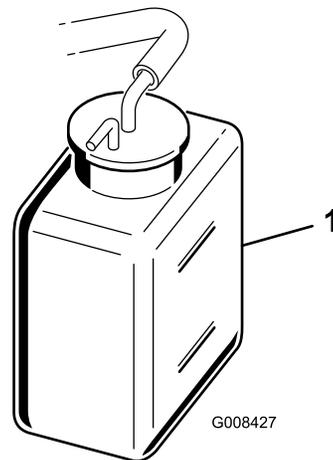

図 31
2. 冷却液の量を点検する 図 31。エンジンが冷えている状態で、補助タンク側面についている 2 本のマークの間であれば適正である。